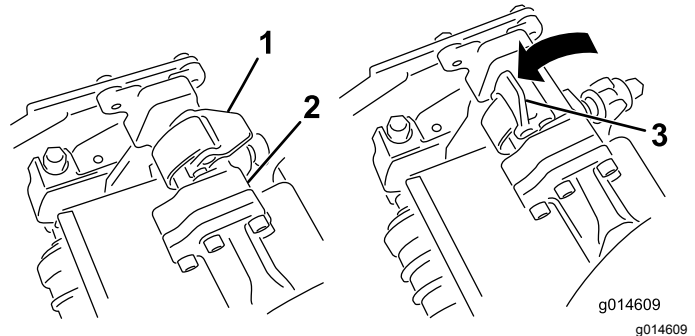

Bild 36
4. Die Riegel an der Aufhängearmstange müssen nach oben zeigen (d. h. offen) (Bild 36); drücken
5. Drücken Sie die Riegel nach unten um die Schneideinheitstange herum und arretieren sie (Bild 36).
5. Öffnen Sie die Riegel an der Aufhängearmstange der Schneideinheit, die Sie entfernen möchten (Bild 36).